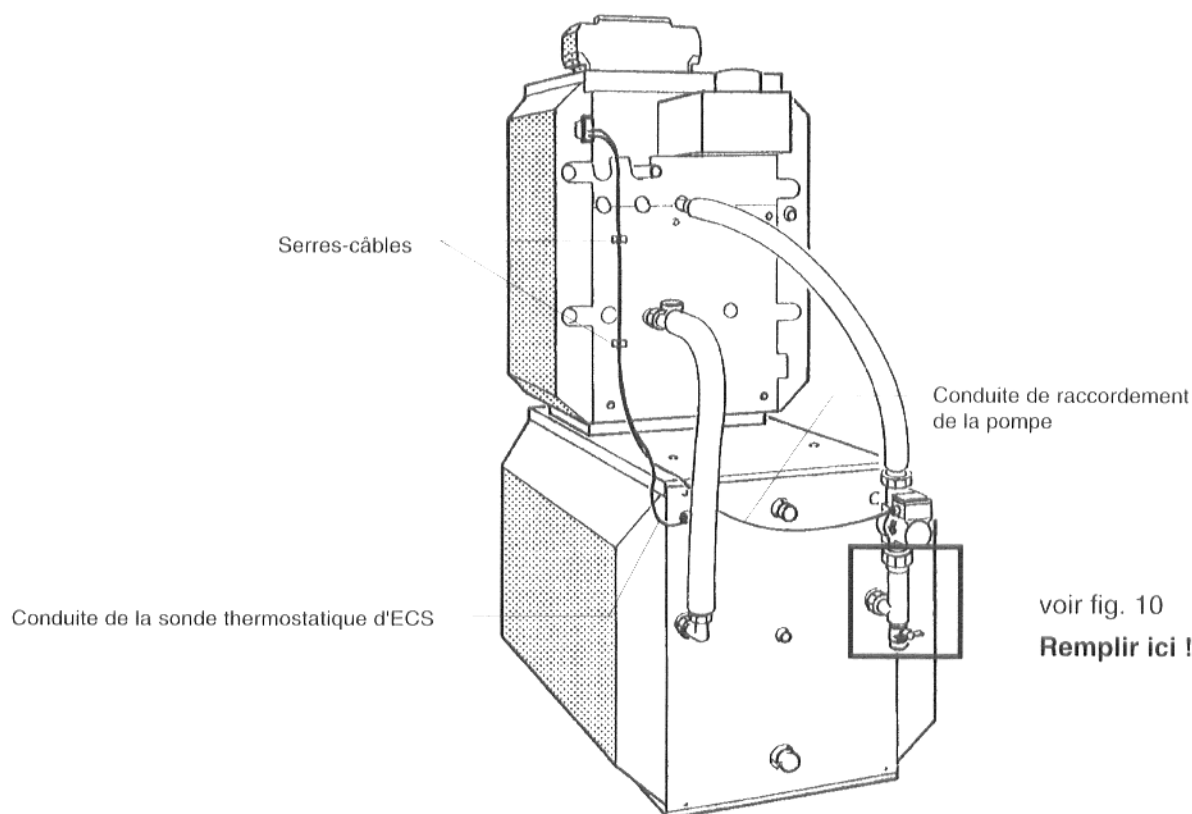

Fig. 9 : vue arrière, montage terminé
- Poser avec soin la conduite de la sonde thermostatique d'ECS et la conduite de raccordement de la pompe (notices de montage de la chaudière et du préparateur ; fig. 9).